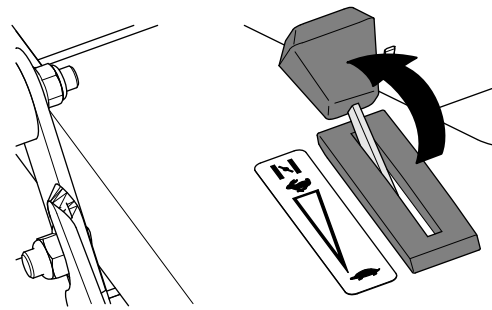

Figure 12
- Si le moteur est froid, avancez complètement la commande d'accélérateur à la position DÉMARRAGE À FROID (Figure 12).